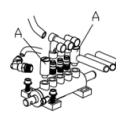

Рис. 23
2. Ослабьте глушители клапанов (A), соответствующие педали раскрытия/смыкания кулачков и педали устройства отжима борта (рис. 23).
3. Очистите глушители сжатым воздухом; при повреждении установите новые в соответствии с перечнем запасных частей. (Рис. 23)